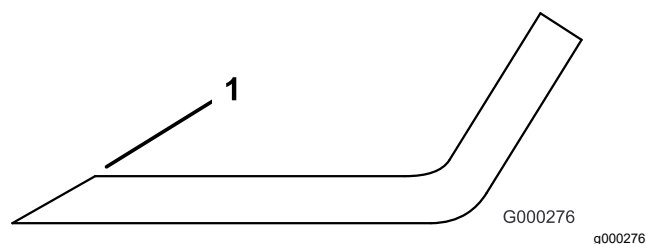

Рисунок 27
4. Проверьте режущие кромки всех ножей и заточите их, если они затупились или имеют зазубрины (Рисунок 27).
Примечание: Чтобы ножи всегда оставались острыми, затачивайте только верхнюю сторону режущей кромки и сохраняйте первоначальный угол заточки (Рисунок 27). Балансировка ножа не нарушается, если с обеих режущих кромок удаляется одинаковое количество материала.